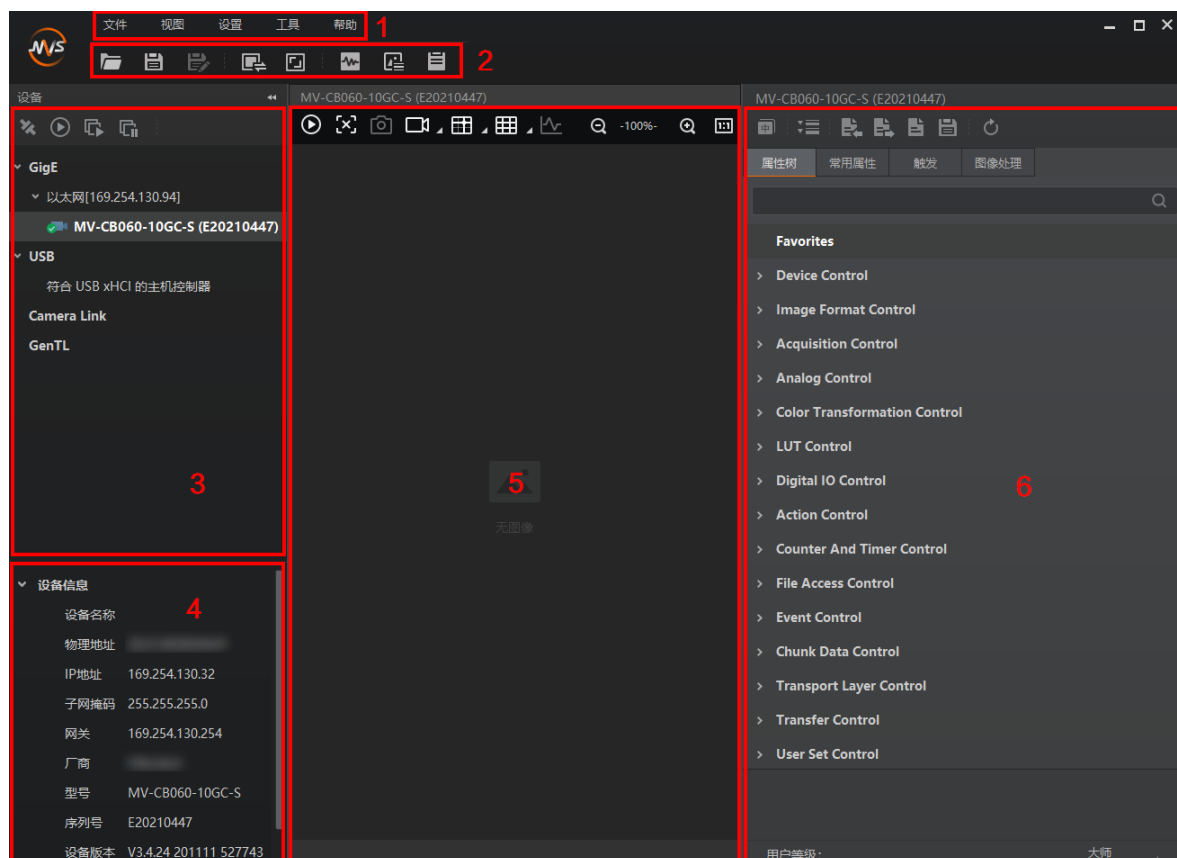

图2-8 客户端主界面
3. 枚举到设备后，双击连接设备，MVS 客户端主界面如图 2-8 所示。